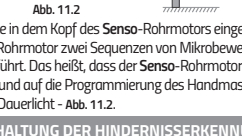

Abb. 11.2
- Halten Sie bitte die Programmierungstaste, die in dem Kopf des **Senso-Rohrmotors** eingebaut ist, 5 Sekunden lang gedrückt, bis der **Senso-Rohrmotor** zwei Sequenzen von Mikrobewegungen nach oben und dann nach unten ausführt. Das heißt, dass der **Senso-Rohrmotor** auf die Werkseinstellungen zurückgesetzt wurde und auf die Programmierung des Handmasters vorbereitet ist – die grüne Diode leuchtet mit Dauerlicht - Abb. 11.2.